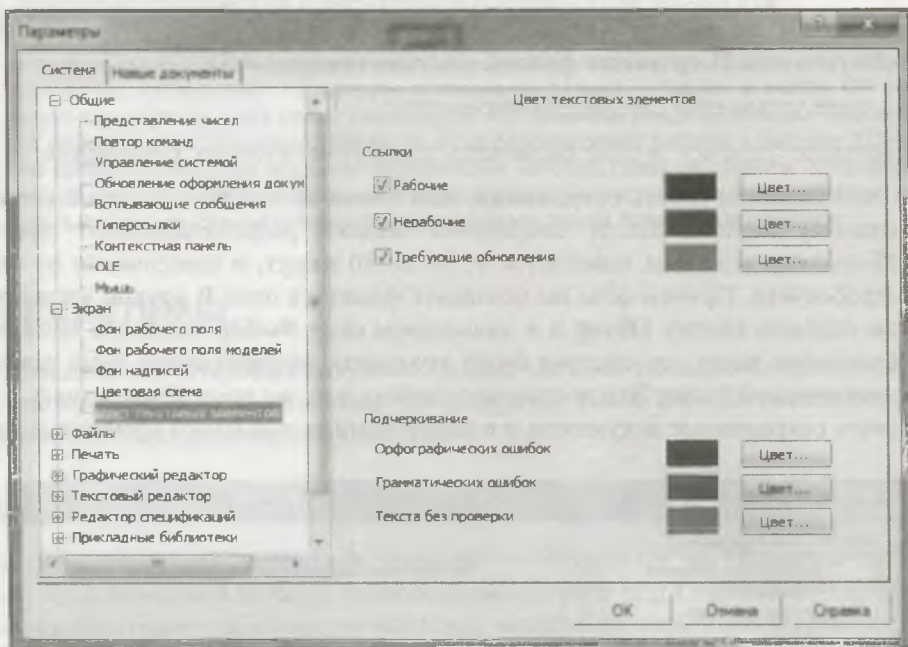

Рис. 4.6. Диалоговое окно Параметры с открытой панелью Цвет текстовых документов
- ◆ щелкните ЛК мыши по пункту **Цвет текстовых документов**. В правой части диалога (рис. 4.6) осуществляется настройка цвета текстовых элементов, отображаемых в окне документа.